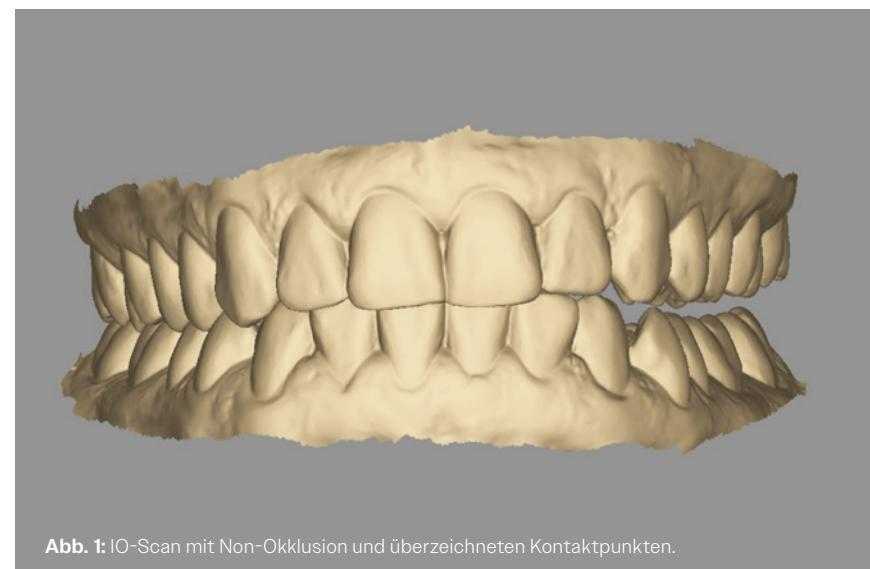

Abb. 1: IO-Scan mit Non-Okklusion und überzeichneten Kontaktpunkten.
**Abb. 1:** Die webbasierte screen-it Software kann auf jedem handelsüblichen Tablet-PC oder Smartphone angewendet werden. – **Abb. 2:** Mit der 1,6-fachen Seite des Ratiochecks erfasst man die Breite der ersten beiden oberen Schneidezähne. – **Abb. 3:** Mit der 1,0-fachen Seite des Ratiochecks wird die eigentliche physiologische Zahnlänge visualisiert. – **Abb. 4:** Mit dem Ratiocheck kann so z. B. auch ein Wax-up oder Mock-up auf die ästhetischen Proportionen des goldenen Schnittes überprüft werden. – **Abb. 5:** Der Ratiocheck eignet sich auch für die Bestimmung der Bisshöhe. Dazu wird mit der 1,0-fachen Seite der Abstand zwischen Spina nasalis und Lippenlinie erfasst. – **Abb. 6:** Die 1,6-fache Seite des Ratiochecks visualisiert die ideale Bisshöhe. Damit wird der Abstand von der Lippenlinie bis zum knöchernen Kinnpunkt überprüft.